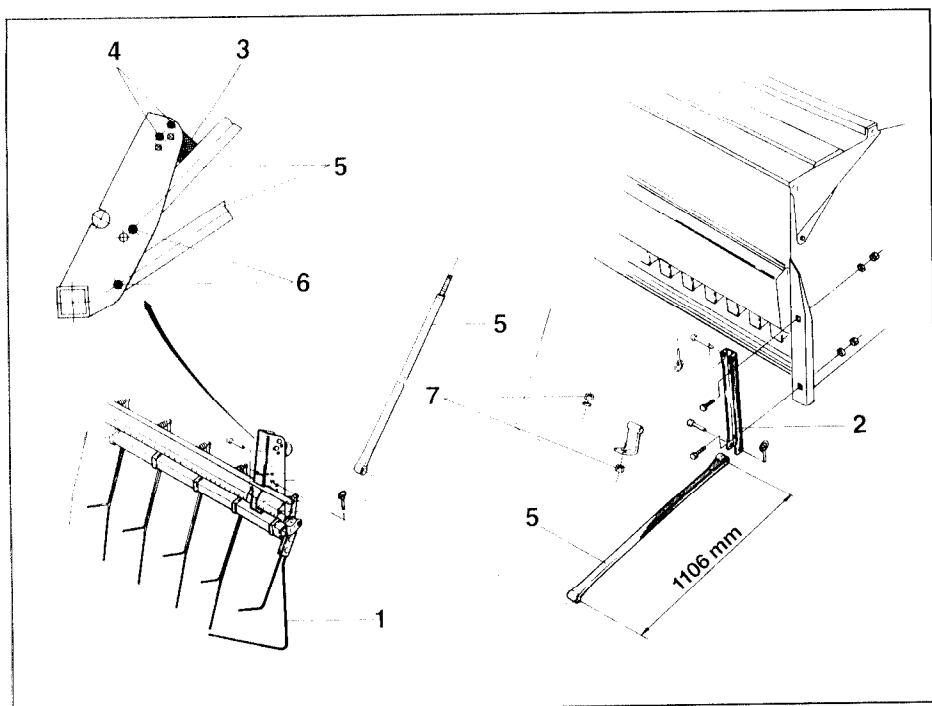
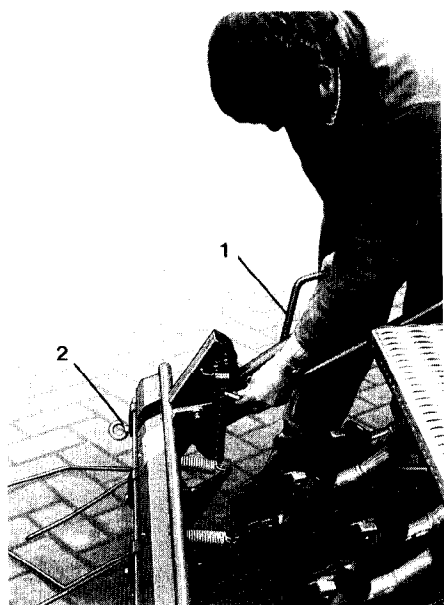

Fig.60
Fig.61
- Monteringslommerne (Fig.60/2) spændes fast på såkassen.
- Svingmetalbufferne (Fig.60/3) sættes fast i hullerne (Fig.60/4) på holdebeslagene.
- Holderørerne (Fig.60/5) sættes fast i eksaktdækstriglens holdebeslag (Fig.60/6) og i monteringslommerne (Fig.60/2) med splitbolte og sikres med hårnålesplitter.
- 1) De V formede tænder skal indstilles således, at de ca. ligger vandret mod jorden og har en dybdegang på 5-8 cm. Dette sker ved at justere de overste holderør ved hjælp af kontramotrikkerne (Fig.60/7).
- 2) Jordtrykket på eksaktdækstriglens V formede tænder skal indstilles således at der efter at såsæden er dækket til ikke må være nogen jordvolde tilbage på marken. Justeringen af trykket på eksaktdækstriglen sker ved hjælp af en splitbolt, som, der er vist i Fig.61, bliver sat i justerbeslaget og sikret med en hårnålesplit. Brug indsåningssvinget (Fig.61/1). Kør ca. 30m med normal fremkørselshastighed, for at kontrollere om indstillingen passer.
Ved vejtransport skal de yderste strigleelementer (Fig.60/1) afmonteres, ved at løsne øjemotrikken (Fig.61/2) og trække dem af firkantørret (brug indsåningssvinget), for at den tilladte transportbredde ikke bliver overskredet.